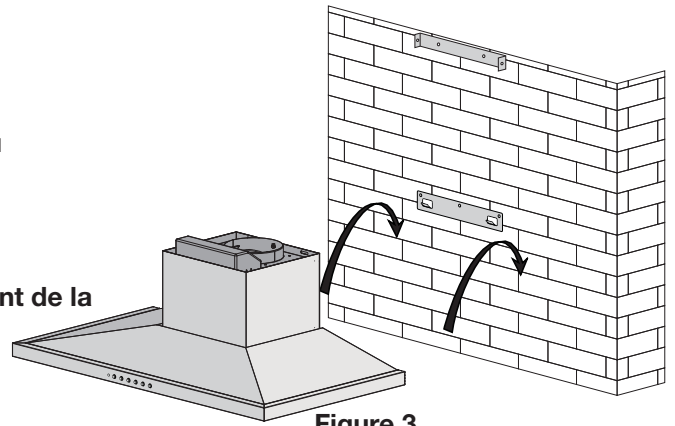

Figure 3
- Suspendre les crochets de la hotte sur les supports inférieurs du montage (voir figure 3).